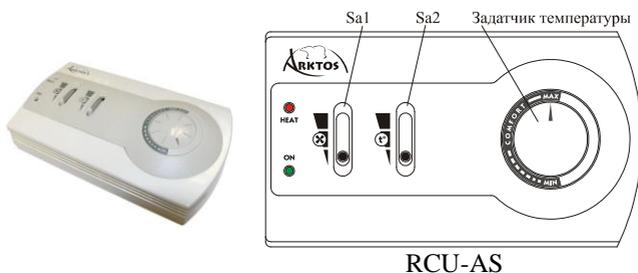

Рис.5. Внешний вид пульта и органы управления.
6.11 Режимы работы устанавливаются переключателями на выносном пульте управления типа RCU-AS (см. Рис.5, Приложение 3), соединенным с завесой кабелем.
8.2 УСТАНОВКА необходимого режима работы завесы на пульте управления производится с помощью трех переключателей: ползункового переключателя режима продувки Sa1 (см. Рис.5, Приложение 3), ползункового переключателя ступеней нагрева Sa 2 (см. Рис.5, Приложение 3) и вращающегося потенциометра задатчика температуры (см. Рис.5, Приложение 3).
- Включение тепловой завесы с пульта производится перемещением движка ползункового переключателя Sa1 (см. Рис.5, Приложение 3) из положения OFF (нижнего) в положение I (среднее) или II (верхнее). При этом загорается светодиод ON, индицирующий режим обдува. В положении I переключателя Sa1 вентилятор работает на половинной, а в положении II на полной скорости соответственно.
- Включение режима "Нагрев" осуществляется перемещением движка ползункового переключателя Sa2 (см. Рис.5, Приложение 3) из положения OFF (нижнего) в положение I (среднее) или II (верхнее). При этом загорается светодиод HEAT, индицирующий режим нагрева. В положении I переключателя Sa2 будет включаться только половинная мощность ТЭН-ов. В положении II переключателя Sa2 будет включаться вторая ступень (полная мощность ТЭН-ов).
- Автоматическое регулирование температуры осуществляется посредством задатчика температуры расположенного на пульте управления (см. Рис.5, Приложение 3) и обеспечивающего включение ТЭН-ов (мощность в зависимости от положения переключателя Sa2). Дискотерморегулятора (датчика температуры) устанавливается требуемая температура воздуха в помещении (в диапазоне от +5°C до +35°C), после включения завесы в режим нагрева.
Пульт RCU-AS имеет в своем составе следующие органы управления (см. рис.5):